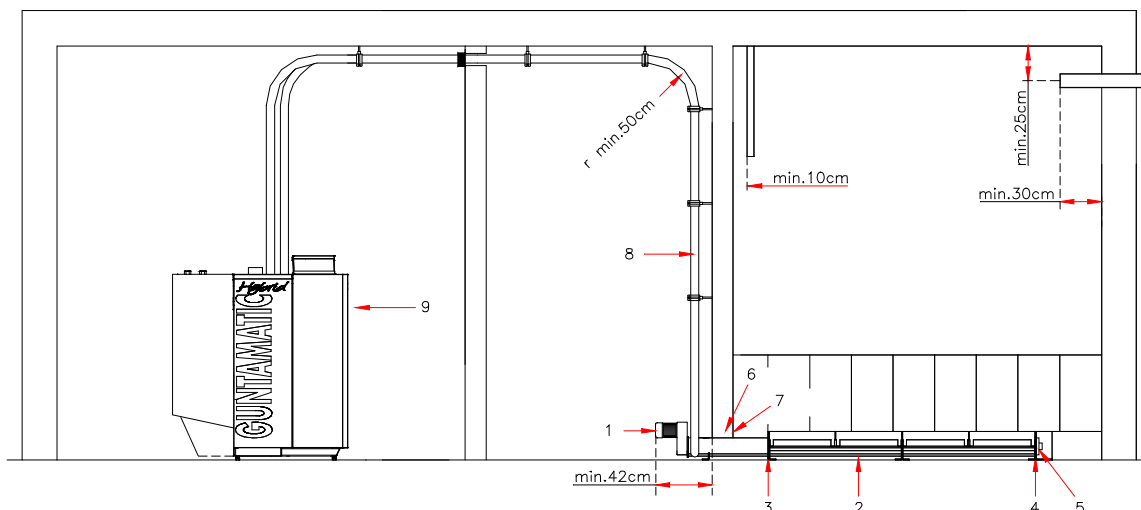

Fig. : 2
1. Introduisez l'unité d'entraînement (1) Fig. 2 de la vis d'extraction par l'ouverture de mur du local de stockage.
2. En fonction de la longueur de vis, assemblez les rallonges de vis sans fin y compris les auges (2) Fig. 2 depuis le fond du local de stockage vers l'unité d'entraînement (1) Fig. 2. Assemblez les rallonges de vis de manière à ce que les hélices soient contiguës. Ensuite, vissez fermement ensemble les auges par les brides à l'aide des vis M 8 x 30 (3) Fig. 2 et des rondelles frein. Veillez à ce que les auges soient vissées ensemble sans ressauts intérieurs. Visser la plaque de fond avec palier d'entraînement (4) Fig. 2 sur la bride à l'extrémité de la vis d'extraction.
5. Disposez la vis sans fin de manière à ce qu'au moins 42 cm de l'unité d'entraînement (voir Fig. 2) dépassent du mur du local de stockage.
7. Remplissez l'ouverture du mur (6) Fig. 2 avec de la laine de roche. Fermez l'ouverture avec les tôles de recouvrement (7) Fig. 2 à l'intérieur et à l'extérieur.
1. Raccordez les tuyaux d'aspiration (8) Fig. 2 de l'extracteur du réservoir tampon (9) vers un des manchons de la vis d'extraction. Posez le tuyau d'aspiration du réservoir à la vis avec des rayons de courbure aussi grand que possible.